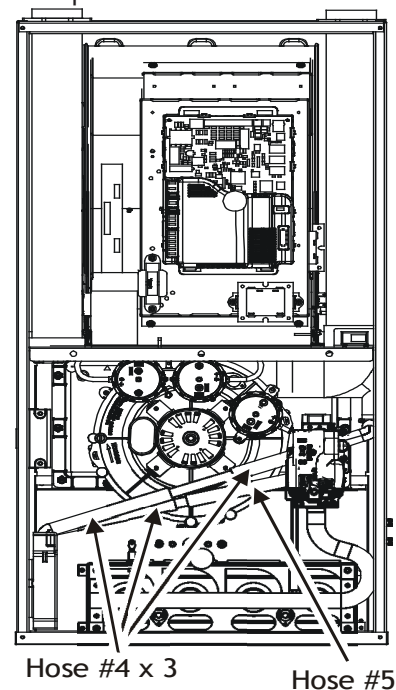

FIGURE 28
**DRAIN EXITING LEFT SIDE (SEE FIGURE 28)**